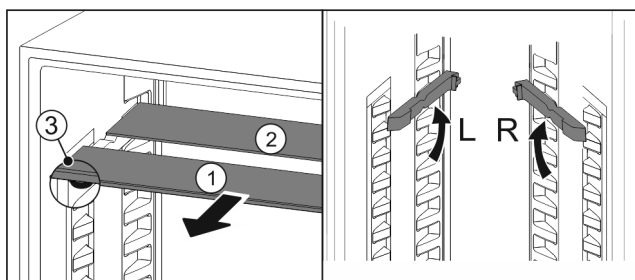

Fig. 147
- estrarre i ripiani di vetro singolarmente tirando in avanti Fig. 147 (1).
- Il piano in vetro Fig. 147 (1) con il motivo ornamentale è nella parte anteriore.
- I fermi Fig. 147 (3) sono rivolti verso il basso.